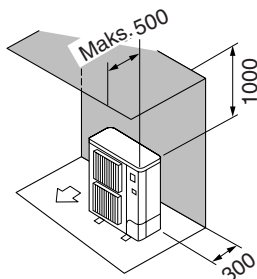

Fig. 2-3
- ② Kun forhindringer bagved og ovenover (Fig. 2-3)